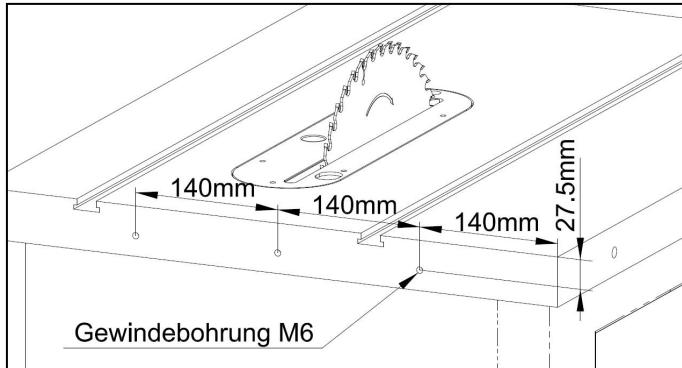

Abbildung 6-8
1. Unter Bezugnahme auf das Diagramm in **Abb. 6-8** bohren Sie vorsichtig drei M6-Gewindebohrungen auf der hinteren Montagefläche des Haupttisches mit dem mitgelieferten Bohrer. Stellen Sie sicher, **dass diese Löcher 140 mm von der rechten Seite des Haupttisches und 27,5 mm von der Oberfläche des Tisches entfernt positioniert sind**. Sobald gebohrt, verwenden Sie das mitgelieferte Gewindeschneidewerkzeug, um diese Löcher zu gewinden. Gehen Sie beim Gewindeschneiden behutsam und langsam vor. Nach diesem Vorgang wird die hintere Führungsschiene perfekt mit der rechten Seite des Haupttisches ausgerichtet sein.